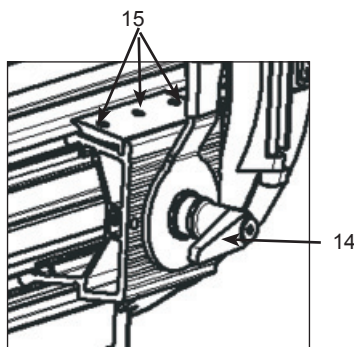

Abb. 3 / figure 3
Schwerpunkteinstellung Bügellager (Abb. 3)
- Schrauben (15, Abb.3) an der Bügelhalterung beidseitig mit einem Schraubendreher leicht lösen, Bügel zum idealen Schwerpunkt verschieben, und Schrauben beidseitig wieder festziehen.
Adjust Position of Mounting Bracket (fig. 3)
- Loosen the screws (15, fig.3) at the mounting bracket with a screwdriver, move the stirrup to the desired position and fasten the screws.